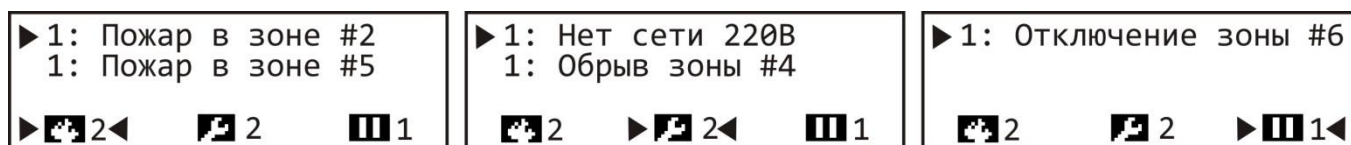

Рисунок 21 – Пример активных полей дисплея (Пожар, Неисправность, Отключение).
- Переход между активными полями дисплея (рис. 21) – кнопка  НАЗАД;